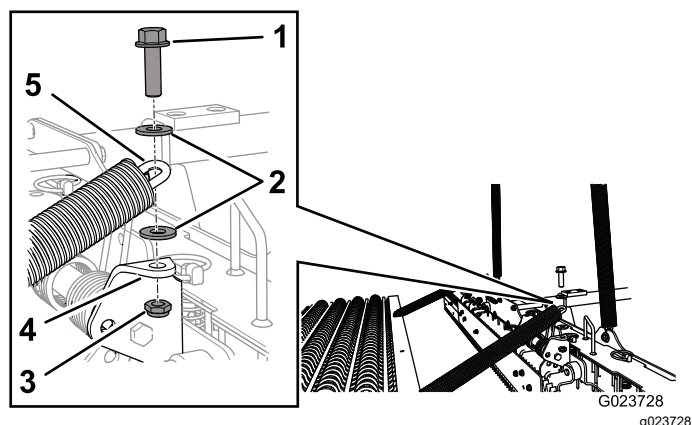

図 3
1. チェーンの一端を、ネイル・ドラッグの同じ側のブラケットの穴に合わせる 図 3。
1. ボルト 3/8 x 1-1/4 インチ 1本、ワッシャ 2枚、ロックナット 1個を使用して 図 3 のように取り付ける。
2. チェーンをブラケットに固定する ボルト 3/8 x 1-1/4 インチ 1本、ワッシャ 2枚、ロックナット 1個を使用して 図 3 のように取り付ける。